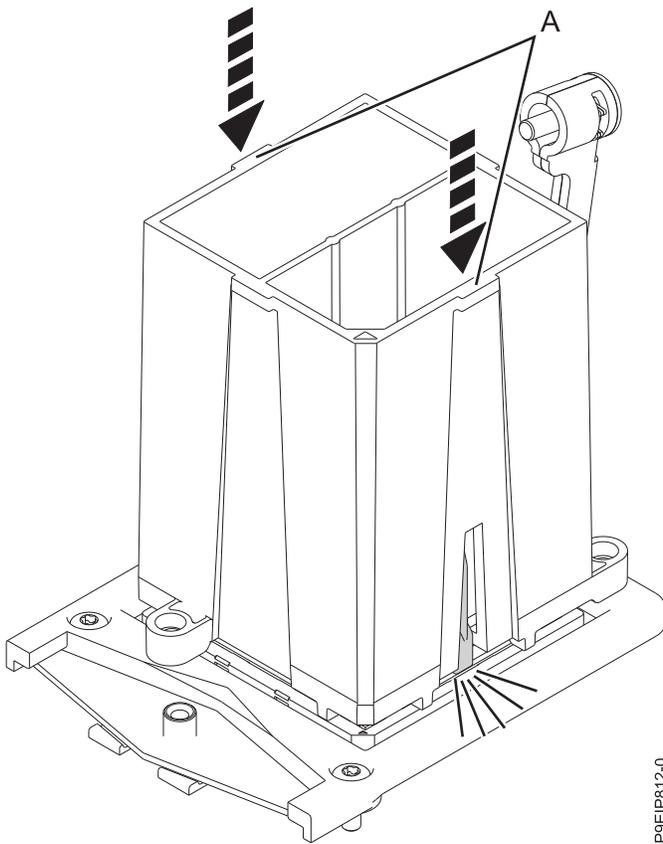

Figura 72. Cómo encajar el módulo del procesador del sistema en la herramienta
10. Con la herramienta de extracción (**A**) apoyada en la parte superior del módulo del procesador del sistema, empuje la herramienta para encajar el módulo del procesador del sistema en ella, como se muestra en la Figura 72.